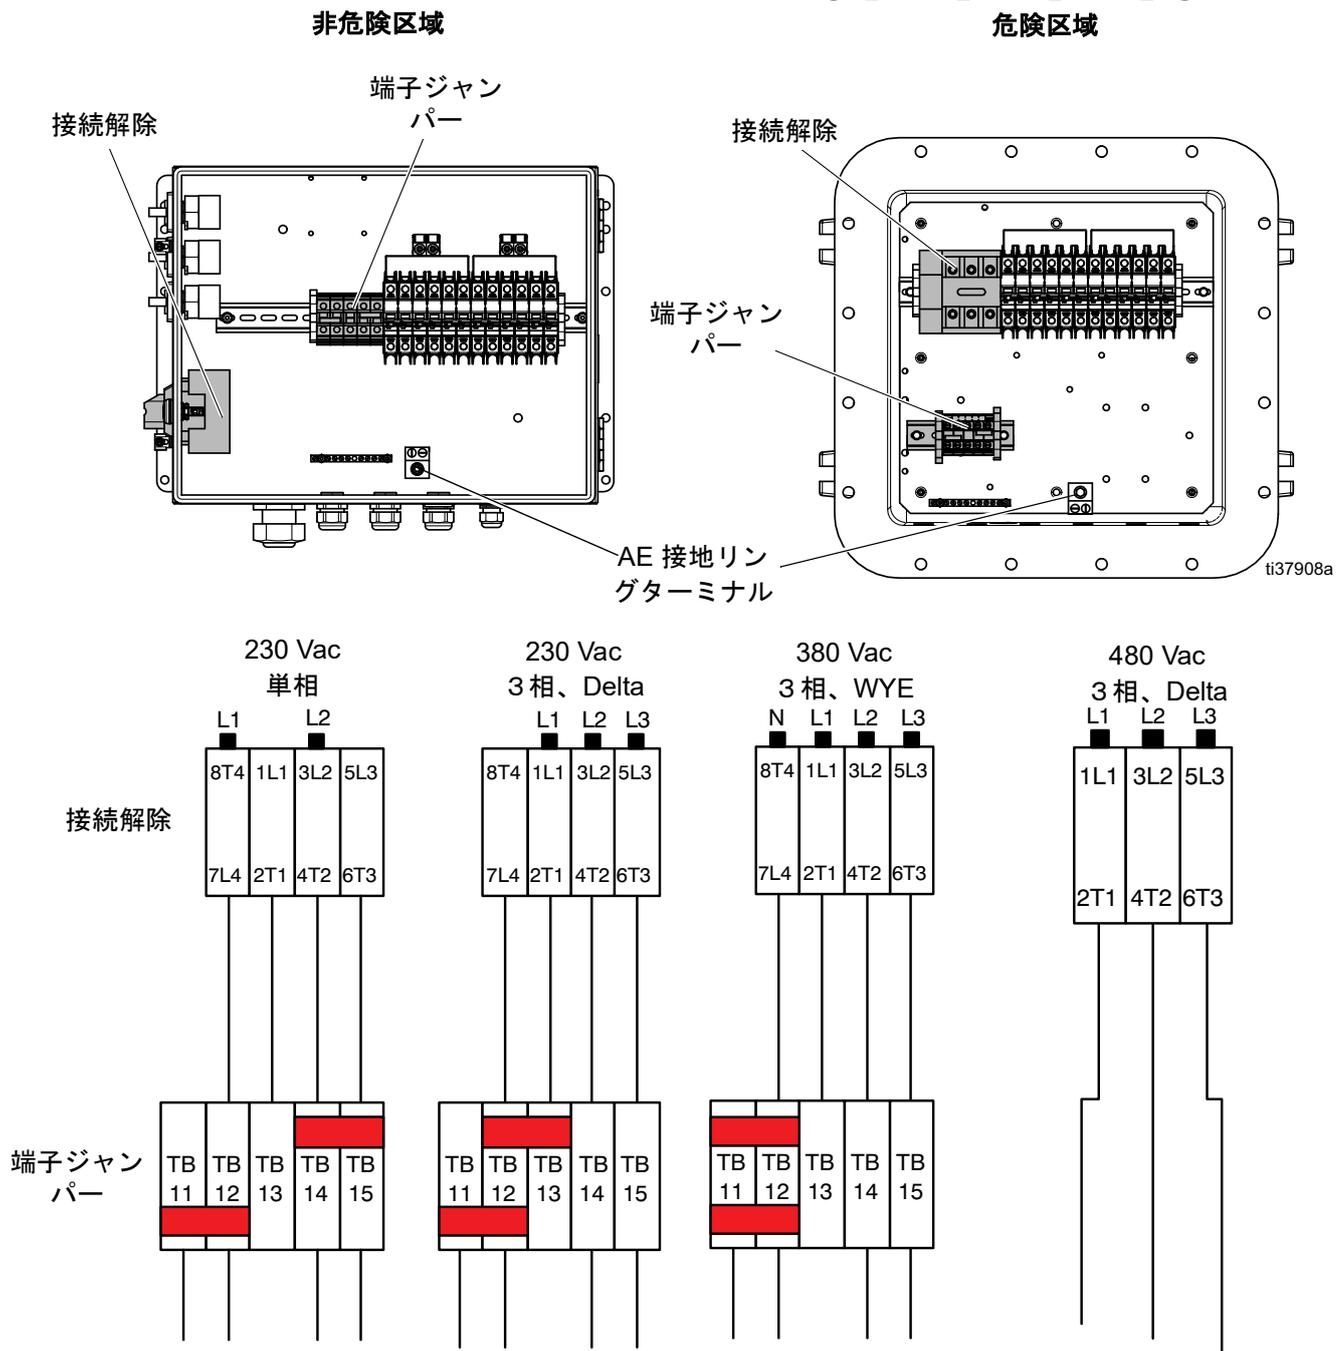

図 7: XM 配線図
4. 接地ワイヤを接地端子 (GT) に接続します。図 7、29 ページを参照してください。
5. 図 7、29 ページのように電源コードを接続されていない箇所に接続します。導体を 55 in-lb (6.2 N•m) で締め付けます。すべての接続部分を、適切に固定されているか確認するため、そっと引っ張ります。
6. **非危険区域のみ:** ストレインリリーフ (BH) を締めます。
7. 供給された端子ジャンパーを 図 7、ページ 29 で示されている箇所に取り付けます。
8. すべての品目が 図 7、ページ 29 の通りに適切に接続されていることを確認してから、ジャンクションボックスのドアを閉めます。